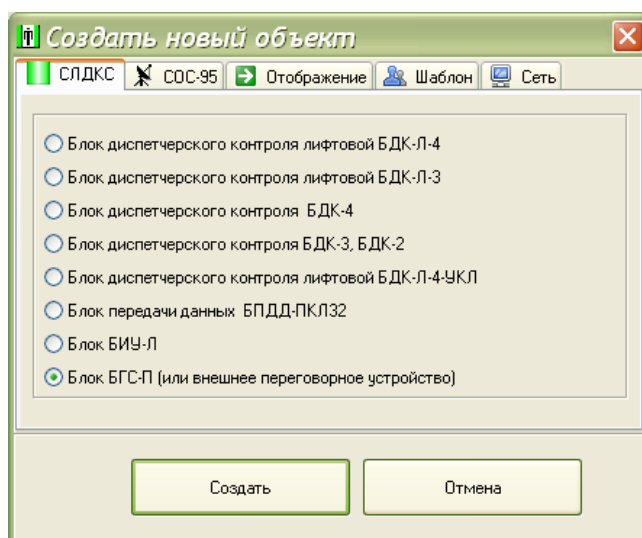

Рисунок 29
1) Создать на карте лифтов объект БГС-ПМ. В контекстном меню выбрать пункт «Создать новый объект», на вкладке «СЛДКС» выбрать блок БГС-П (рисунок 29).